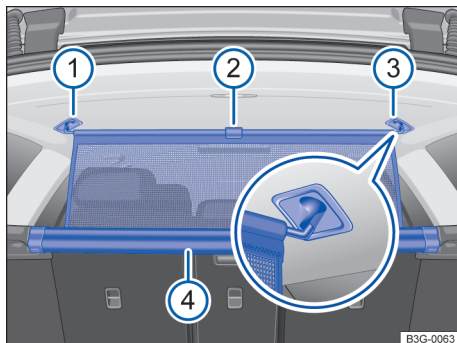

Fig. 185 No compartimento de bagagem: pendurar a rede divisória.
- Tirar a rede divisória com a tira → Fig. 185 ② da carcaça ④, puxando-a para cima.
- Prender a rede divisória no lado direito → Fig. 185 ③ (lupa).
- Prender a rede divisória no lado esquerdo, comprimindo a barra transversal no alojamento → Fig. 185 ①.
A rede divisória estará fixada corretamente se as extremidades em forma de T estiverem seguramente presas nos respectivos alojamentos → Fig. 185 ③ e ①
- Desenganchar a barra transversal dos alojamentos → Fig. 185 ③ e ①
- Conduzir a rede divisória totalmente para baixo para a carcaça → Fig. 185 ④.